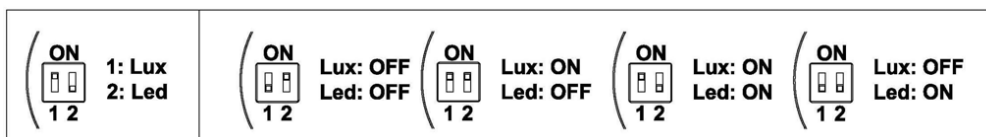

Figura 2.2. Posiciones del doble micro interruptor
Doble micro interruptor (4): situado en la parte posterior del detector, este micro interruptor permite habilitar y deshabilitar el LED indicador de presencia y la asociación del sensor de luminosidad al canal de control de iluminación (Lux). Las posibles combinaciones son las mostradas en la Figura 2.2.
Es posible conectar dos detectores de movimiento en paralelo en la misma entrada del dispositivo. Con este tipo de conexionado se logra **ampliar el área de detección**, siempre y cuando el sensor de luminosidad de uno de ellos se encuentre apagado (posición OFF). Ver Figura 2.2.